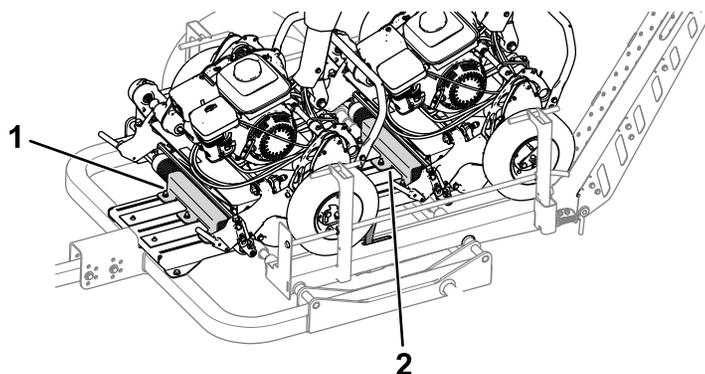

図 31
- B. 後ろ側のローラマウント 図 31 を後方にずらし、後側モアの前ローラに当てる。